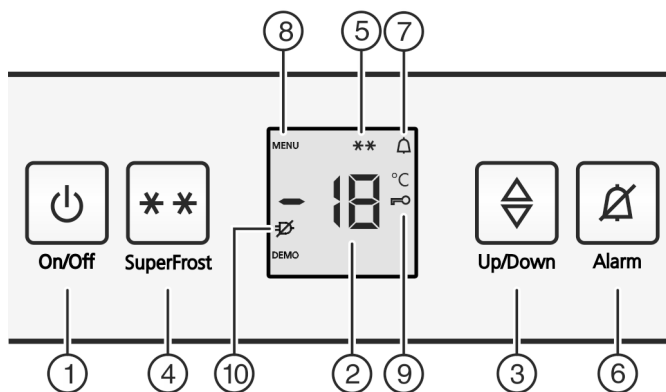

Fig. 2
- ▶ Нажать кнопку On/Off Fig. 2 (1).
- ▶ Активация режима настройки: Нажмите кнопку SuperFrost Fig. 2 (4) и удерживайте ее прим. 5 секунд.
- ▷ На индикаторе будет отображаться символ «Меню» Fig. 2 (8).
- ▶ Для подтверждения нажать и отпустить кнопку «SuperFrost» Fig. 2 (4).
- ▷ На индикаторе горит символ «Защита от детей» Fig. 2 (9).
▶ нажмите и отпустите кнопку "On/Off" Fig. 2 (1).
- ▷ Символ «Защита от детей» Fig. 2 (9) гаснет.
- ▶ Нажмите кнопку Alarm Fig. 2 (6).
Одновременно мигает индикация температуры и символ тревоги Fig. 2 (7).
Звуковой сигнал выключается автоматически, символ аварийного сигнала Fig. 2 (7) выключается и индикатор температуры перестает мигать, если температура снова становится достаточно низкой.